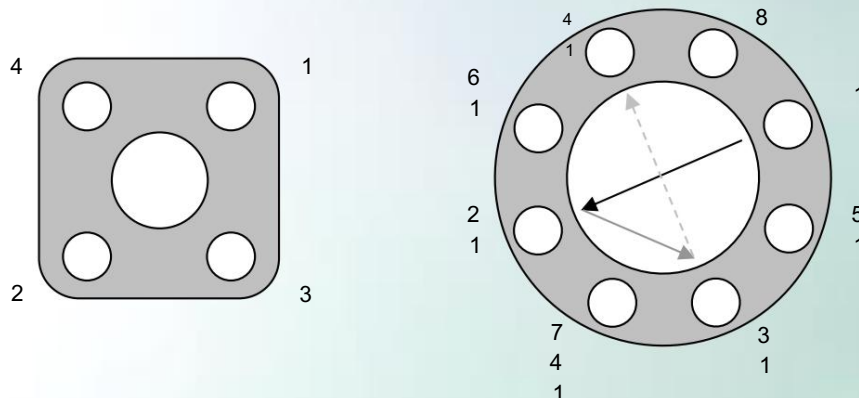

Figura 6: Secuencias de apriete de los sujetadores SRV
- 3.5. Compruebe que las roscas de los sujetadores estén limpias. A medida que se instalan, se deben apretar uniformemente en incrementos para asegurar una alineación correcta y una compresión uniforme de la junta. Los incrementos recomendados son: apriete manual; luego, un tercio del torque requerido; luego, dos tercios; y finalmente, el torque completo. Los sujetadores no deben apretarse en un patrón circular o rotatorio, ya que esto puede deformar la junta y provocar un sellado desigual. Se debe usar un patrón entrecruzado o en estrella, como se muestra en la Figura 6. Una vez que los sujetadores estén completamente apretados, se puede usar un patrón circular para verificar los torques.